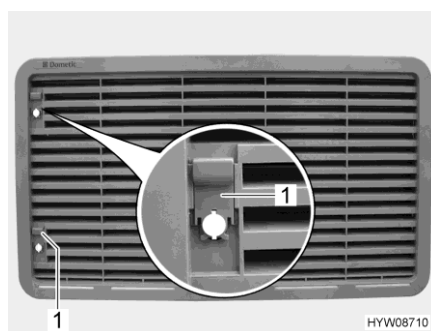

Fig. 203 Griglia di aerazione del frigorifero
- Spingere il cursore (Fig. 203,1) verso l'alto.